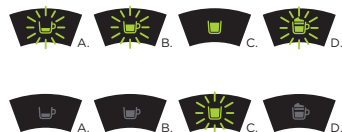

Fig. 18: Programação do botão de extracção de tisana.
- De seguida, deverá premir o botão de extracção de tisana até os indicadores luminosos dos botões de extracção de café expresso, longo e bebida de leite começarem a piscar. Premir o botão de extracção de tisana (ver **Fig. 18**). Os indicadores luminosos dos botões de extracção de café expresso, longo e bebida de leite desligam-se.